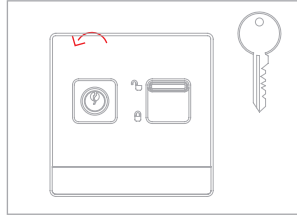

Fig. 4
- Fig. 4: Drehen Sie den Schlüssel gegen den Uhrzeigersinn und entfernen sie ihn.